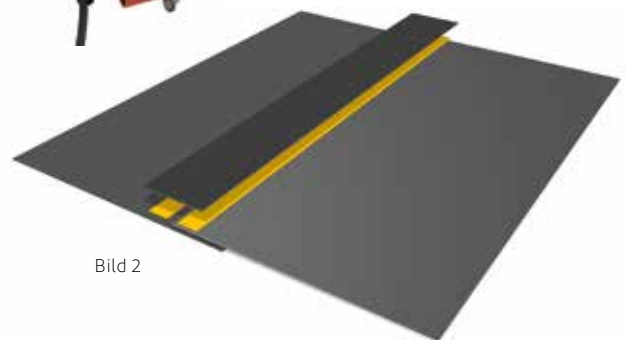

Bild 2
4. Applicera Plantex® Performance Tejp på båda sidor av skarven (Bild 2).
5. Applicera 30 cm remsan centrerad över båda tejprensorna enligt bild 2.